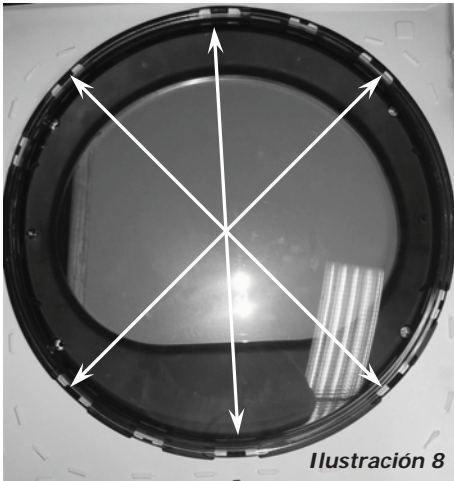

Ilustración 8
- 9 Desunido varias de las lengüetas de retención y retire la lente lejos del anillo de transición. (Ilustración 8)